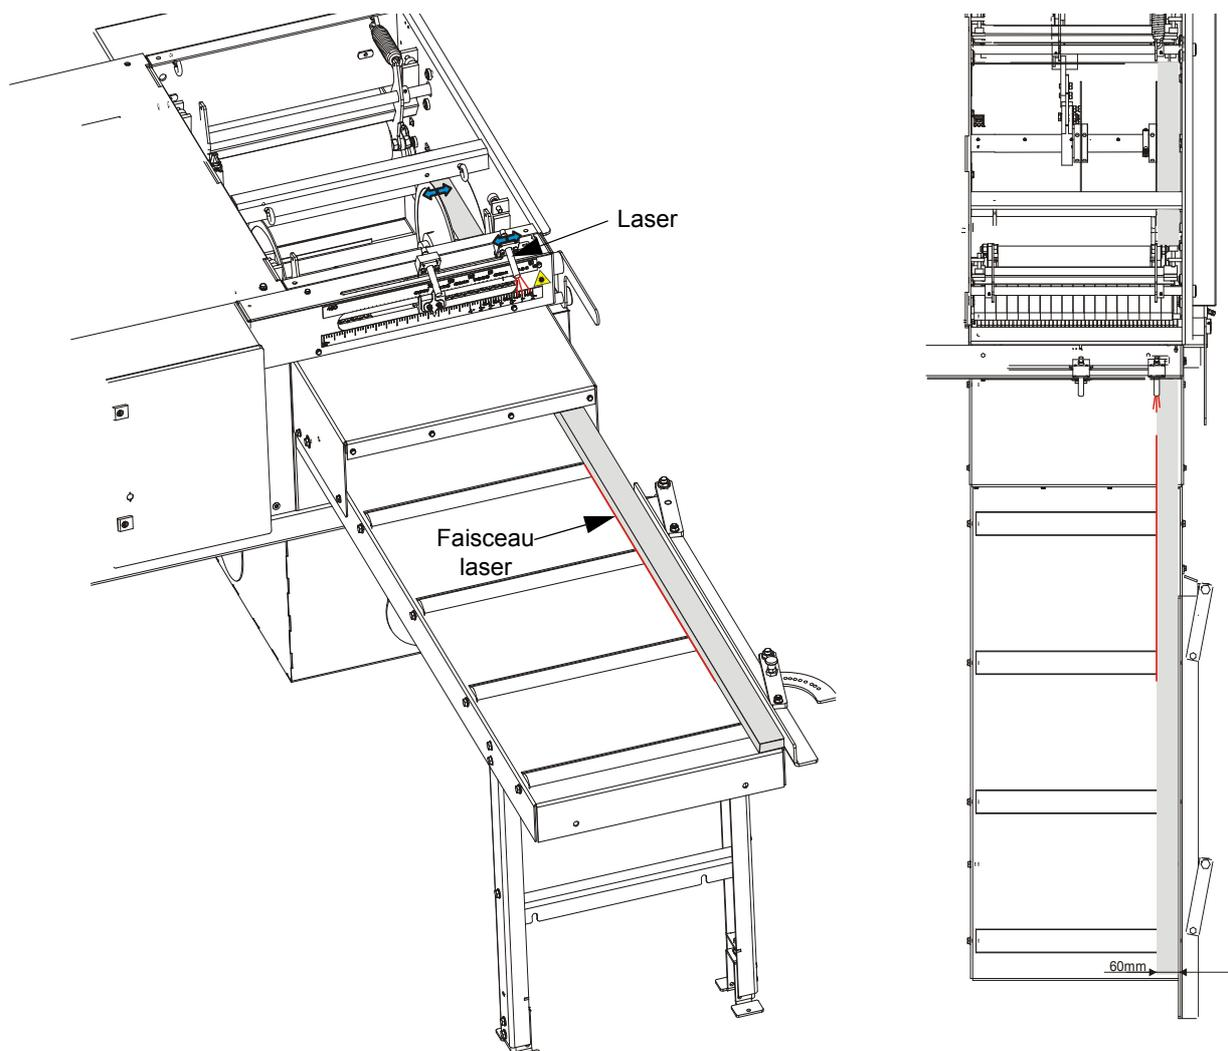

FIGURE 5-7
3. Placez une barre de 60 mm de large le long du bord extérieur de la lame pour que la barre soit alignée avec le repère 0 sur l'échelle et que la barre touche le guide. Voir Figure 5-7.
Voir Figure 5-7.